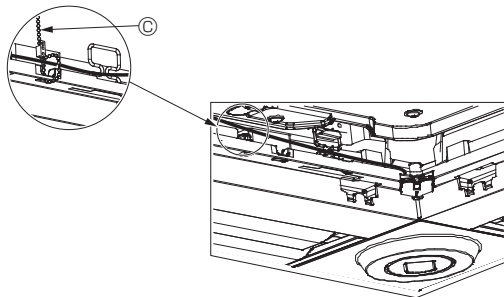

Fig. 10-12
- Zeker de bedrading van de i-see-Sensor en signaalontvanger op het paneel met de clip zoals aangegeven in de tekening, zodat er geen speling in de bedrading zit en snij vervolgens het overtollige eind van de clip af. (Fig. 10-12)
- Als de positie van de i-see-Sensor is gewijzigd van de positie "o" (E) naar de positie "□" (F), wijzig dan de functie-instellingen. (Zie pagina 13.)